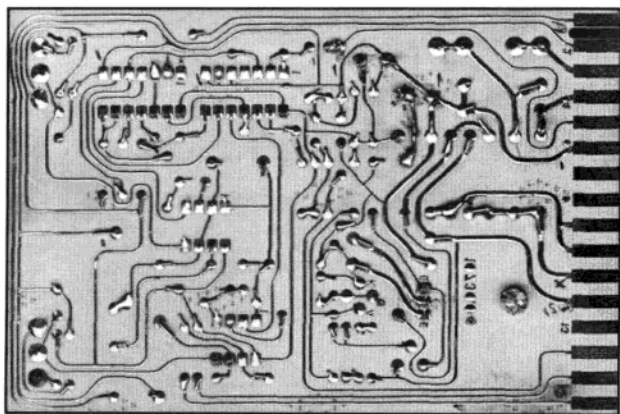
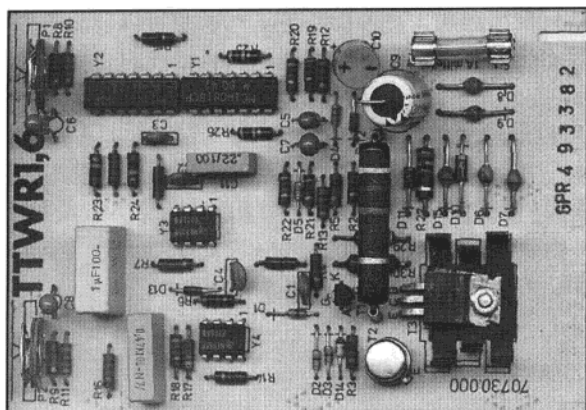
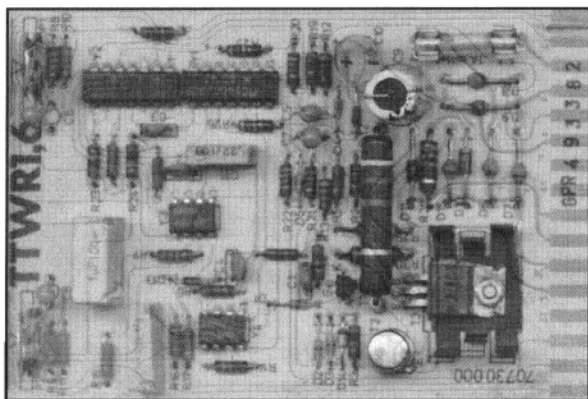

图 5.1 电路板的覆铜面
图 5.2 电路板的元件面
图 5.3 太棒了，你很羡慕吧
2. 现在你有了覆铜面和元器件面的图像了（如图 5.1 和图 5.2 所示），下一步我用 CorelDRAW (9.0 版本)！只要是任何具有透明效果的图像处理程序都可以使用。新建一个文件，然后导入扫描的文件。将一张图片放于另外一张图片的顶层，但需要水平“翻转”其中一张图片。可以使用图像处理软件的“MIRROR(镜像)”功能（完成后的图像如图 5.2 所示）。然后，将两个图像都应用透明效果 [通过左侧的“Glass(玻璃)”按钮完成]。你必须采用统一的（或平面）透明度，改变透明度图像同时对齐两张图片到合适的位置，直到你获得最满意的照片（如图 5.3 所示）。